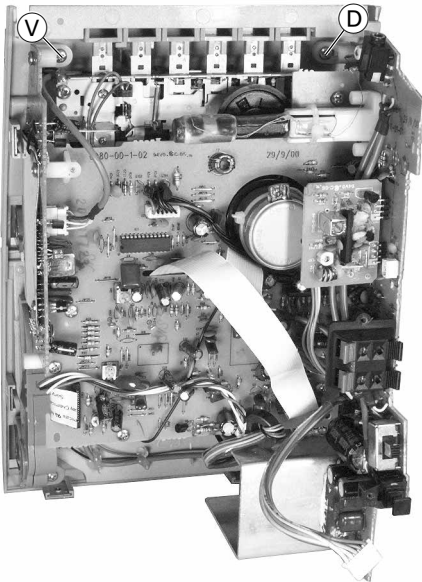

Fig. 6
- 4 Schrauben (D) (Fig. 6,7,8) herausdrehen.
- 2 Schrauben (V) (Fig. 6,7) herausdrehen.
- Undo 4 screws (D) (Fig. 6,7,8).
- Undo 2 screws (V) (Fig. 6,7).